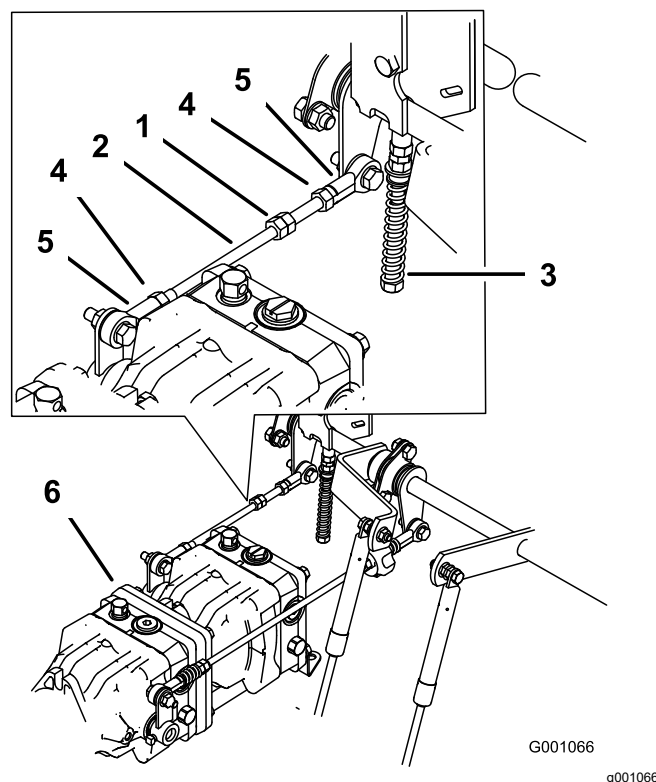

Figura 102
1. Allentate i dadi di bloccaggio ai giunti a sfera dell'asta di comando della pompa (Figura 102).
3. Regolate la lunghezza dell'asta della pompa facendo girare nella direzione opportuna i due dadi sull'asta, finché la ruota si ferma o si sposta leggermente indietro (Figura 102).
6. Serrate i dadi di bloccaggio dei giunti a sfera (Figura 102).